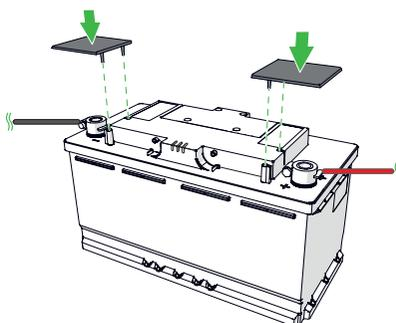

Abbildung 9.
5. Die Griffabdeckungen auf die Klemmen stecken. (Abbildung 9)